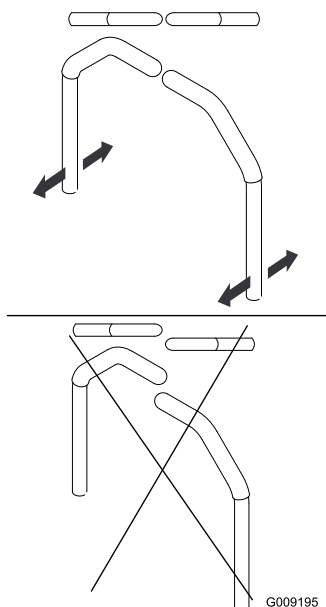

Figura 61
4. Allineate le leve latitudinalmente portandole assieme in folle e fatele scorrere finché non sono allineate, quindi serrate i bulloni (Figura 61).